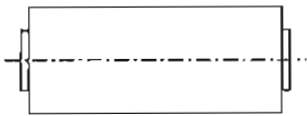

Fig. 4-6
- 4). Gently turn the guide rollers on both sides counterclockwise until the envelope becomes as shown in Fig. 4-6.
- 4). 両側のガイドローラーを互いに少しずつ左側に回し、エンベロープを Fig. 4-6 のような形状にする。
- 5). After the adjustment is complete, eject the tape, then load it again and confirm whether or not the envelope is as shown in Fig. 4-6. If NOT, go back to 1), and perform the adjustment again.
- 5). 調整後、一度テープをEJECTし、再度ローディングを行ないエンベロープが Fig. 4-6 のような形状になっているかを確認する。なっていない場合には、再度 1) 項に戻って調整する。